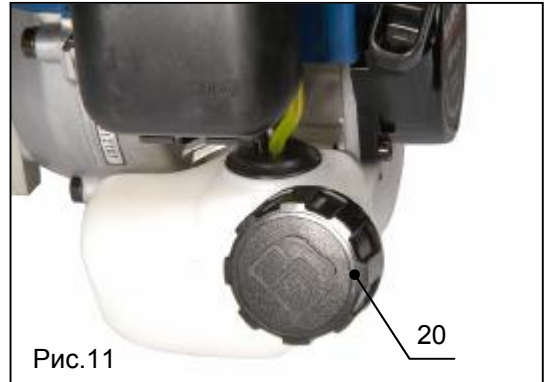

Рис.11
- Следует тщательно очистить всю поверхность рядом с крышкой бака (поз.20, рис.11), чтобы в него не попала грязь.
- Открутите крышку бака (поз.20, рис.11), и осторожно налейте смесь горючего так, чтобы она заполнила бак до нижнего края патрубка. Наливайте осторожно, чтобы не расплескать горючее.
- Плотнo закрутите крышку бака (поз.20, рис.11).